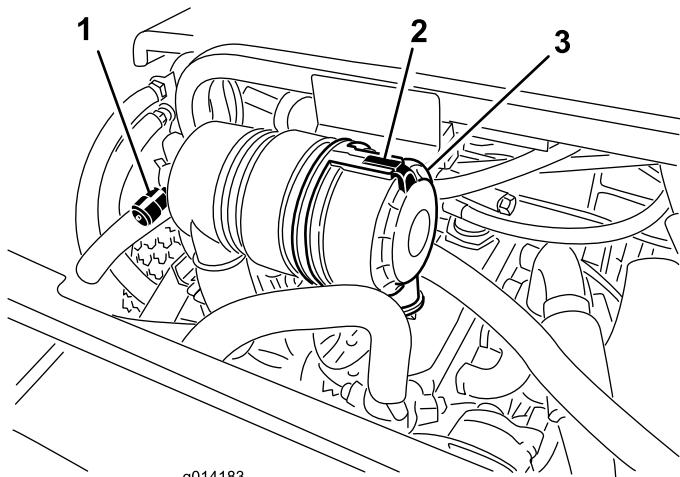

Figura 43
Effettuate la manutenzione del filtro dell'aria quando l'indicatore (Figura 43) lo richiede. Sostituendo il filtro dell'aria prima del necessario si aumenta il rischio che la morschia penetri nel motore quando si toglie il filtro.
1. Liberate il fermo che fissa il coperchio del filtro dell'aria al relativo corpo (Figura 43).